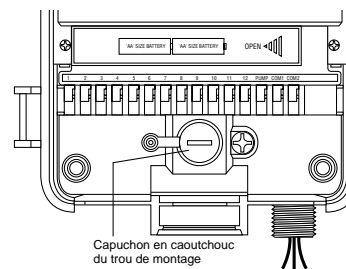

FIGURE 23 : Compartiment du boîtier du programmeur
- Retirez le capuchon en caoutchouc qui protège le trou de montage et posez une vis no 8 dans ce trou [voir la figure 23].
- Serrez la vis jusqu'à ce que le programmeur soit fixé solidement au mur, puis remettez en place le capuchon protecteur en caoutchouc [voir la figure 23].